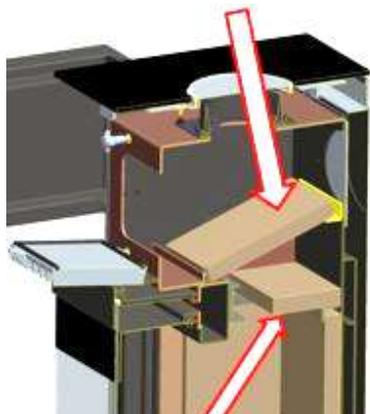

Fig. 9 : introduction des plaques de vermiculite
2. **Installation de plaques de vermiculite** : introduire les plaques de vermiculite comme indiqué dans la Fig. 9.